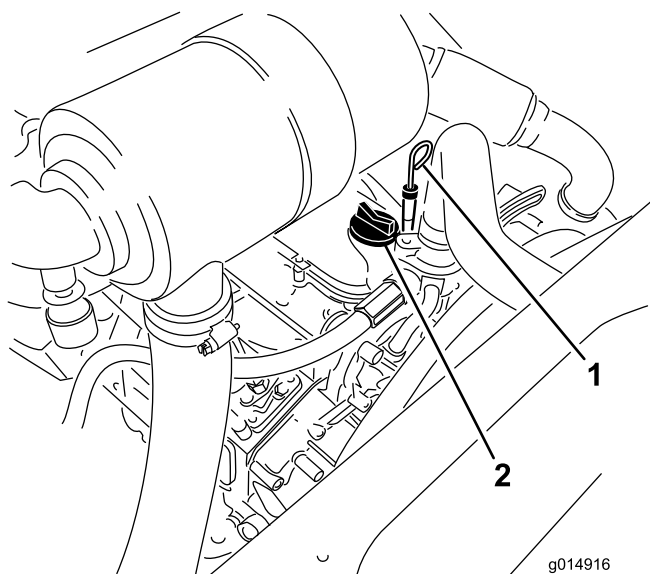

Рисунок 33
3. Извлеките измерительный щуп, тщательно протрите и снова вставьте его (Рисунок 33).
5. Если уровень масла ниже отметки Full (Полный), снимите крышку (Рисунок 33) и добавляйте масло до тех пор, пока его уровень не достигнет отметки Full (Полный).